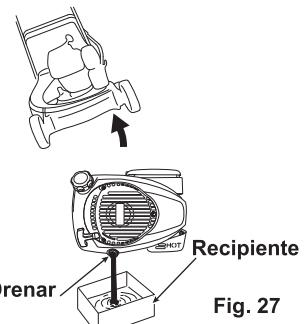

Fig. 27
- Drene o óleo do motor através da saída de drenagem. (Veja a fig. 27)